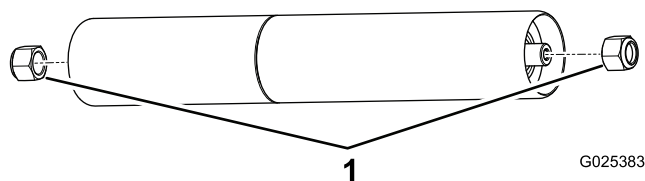

Figura 2
1. Togliete i dadi dalle estremità di ogni gruppo rullo (Figura 2).